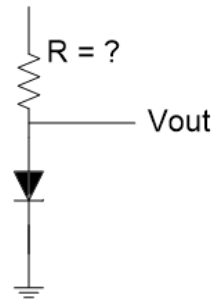

Figure 7. Circuit avec DEL
4. Polariser la DEL du circuit suivant, afin d'obtenir une tension maximale de 2,2 V selon la Figure 7. Supposer qu'il n'y a pas de charge branché à la sortie V_{out} . (20 minutes)